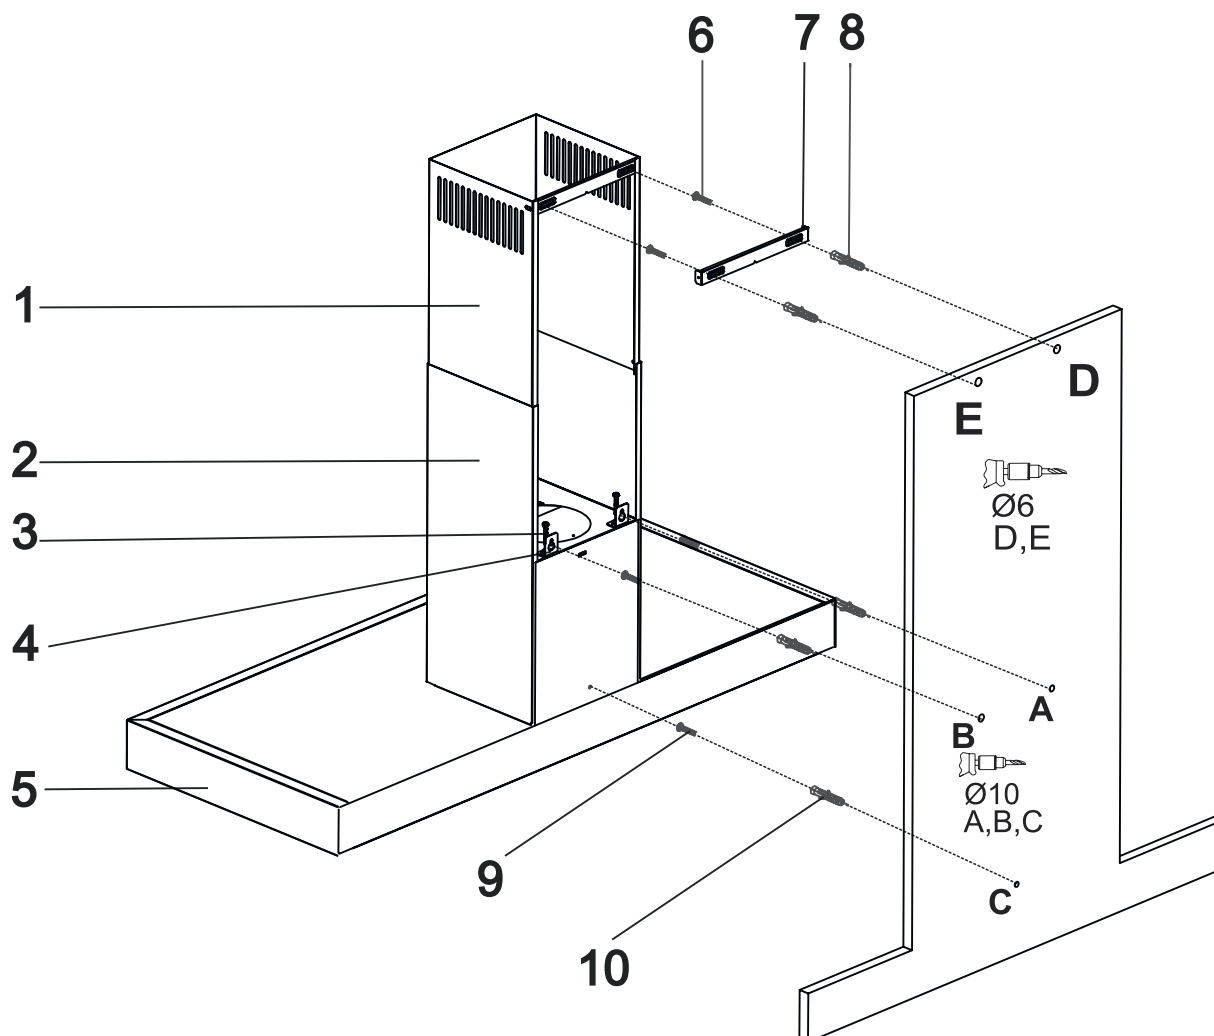

Fig. 10
2. Påsæt skabelonen på væggen alt efter ønskede højde på emhætten (bemærk vores anbefalinger mht. afstand ml. kogeplade og emhætte). Markere nu punkterne A, B & C. (Fig. 10).
3. Sæt nu Ø10mm rawplugs i hullerne A, B & C. Skru nu skruer på punkterne A + B og lad der være 5mm afstand ml. skruehoved og væg (Fig. 10).
4. Montere ophængningsbeslagene på emhætten med de medfølgende M5x35 skruer (Fig. 10).